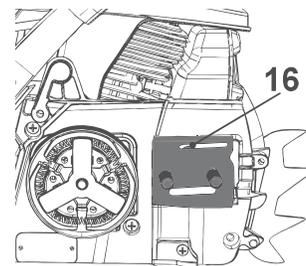

Fig. 46
2. Verifique se a porta de lubrificação (16) apresenta obstruções e limpe, se necessário, para garantir a lubrificação correta da guia e da corrente durante a utilização. Utilize um fio suave suficientemente pequeno para inserir no orifício de saída de óleo (Fig. 46).